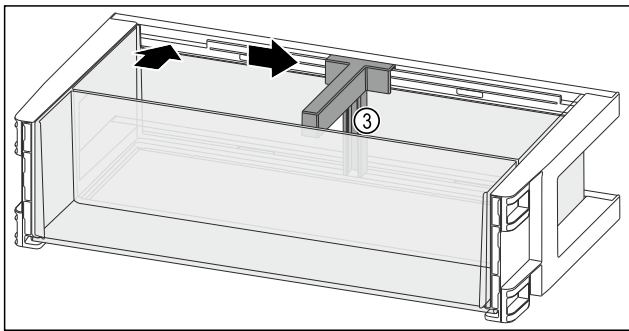

Fig. 120
- ▶ Vložte držiak fľaš Fig. 120 (3) do vybrania.
- ▶ Potlačte držiak fľaš Fig. 120 (3) v požadovanej polohe do strany.